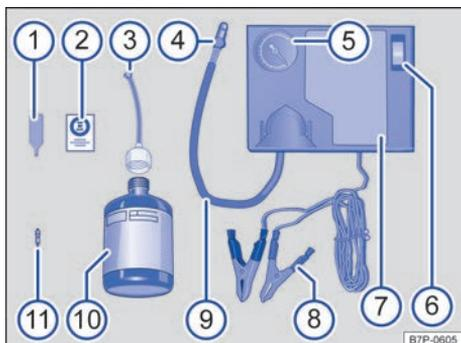
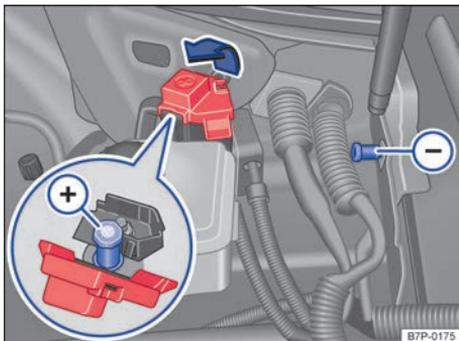

Fig. 271 Representación esquemática: componentes del kit reparapinchazos (variante 1).
Fig. 273 En el vano motor: tomas para el compresor de aire (variante 1).
El kit reparapinchazos se encuentra en el maletero, debajo del piso. Se compone de los siguientes elementos → fig. 271:
12. Pegue el adhesivo → fig. 271 ② del kit reparapinchazos en el tablero de instrumentos dentro del campo de visión del conductor.
- Desenrosque el obús de la válvula con el desmontaobuses → fig. 271 ① y deposítelo sobre una superficie limpia.
- Agite enérgicamente la botella de sellante → fig. 271 ⑩ unas cuantas veces.
- Enrosque fijamente el tubo de llenado → fig. 271 ③ en la botella de sellante en el sentido de las agujas del reloj. El precinto de la boca de la botella se perfora automáticamente.
- Retire el tapón del tubo de llenado → fig. 271 ③ y enrosque el extremo abierto del mismo en la válvula del neumático.
- Enrosque nuevamente el obús en la válvula del neumático con ayuda del desmontaobuses → fig. 271 ①.
- Enrosque fijamente el tubo de inflado → fig. 271 ⑨ del compresor de aire en la válvula del neumático.
- Conecte las pinzas de 12 voltios del compresor de aire → fig. 271 ⑧ **únicamente** a las tomas para la ayuda de arranque del vano motor → fig. 273. La pinza roja del cable del compresor a la toma positiva ⊕ y la pinza negra a la toma negativa ⊖.
- Encienda el compresor de aire con el conmutador de encendido y apagado → fig. 271 ⑥.
Vuelva a enroskar el tubo de inflado → fig. 271 ⑤ y compruebe la presión de inflado del neumático en el indicador ⑥.